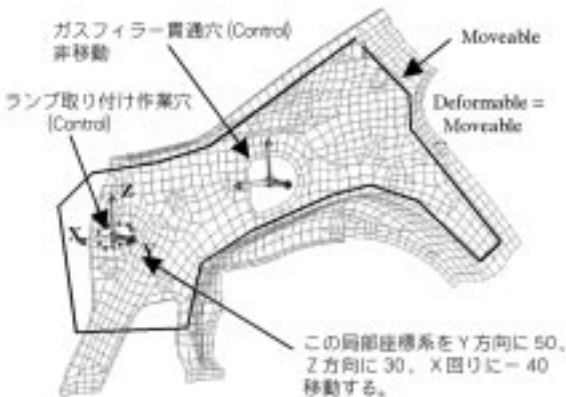
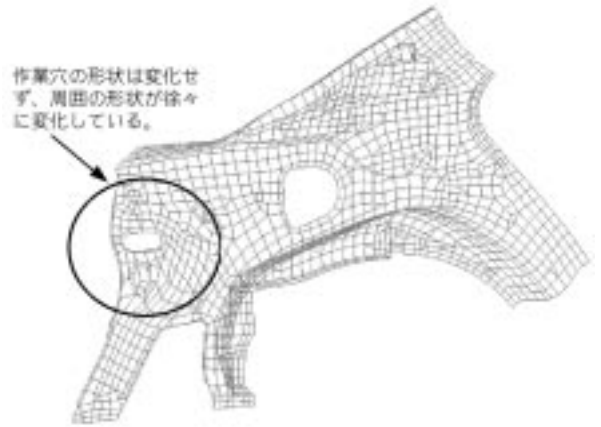

図3 フロートコントロールモーフィング(変形前)
図4 フロートコントロールモーフィング(変形後)
3.1 フロートコントロール この機能は位置が変化する部分(Moveable)を、形状が変化する部分(以下、Deformable)と形状は変化しないが剛体的に移動する部分(以下、Control)に分けて定義し、Deformable部を徐変させる機能である。図3に自動車のタイヤハウス部とガスフィルターチューブの貫通穴、リアコンビランプ取付け用作業穴を持つクォーターパネルを示す。派生車ではリアコンビランプが新設され、作業穴は変形しないが位置が移動する場合を想定する。周りの形状が変形しても元の位置や形状に保ちたいガスフィルター貫通穴の節点、及び位置を変更するランプ取付け用作業穴の節点をControl部として定義する。図4にモーフィング後の形状を示す。操作は作業穴を示す局所座標系を動かすことで固定部からの線形補間で伸び縮み、ねじりを加えDeformable部を変形させる。貫通穴を示す局所座標系に何も操作しなければ元の形状、位置は保持される。